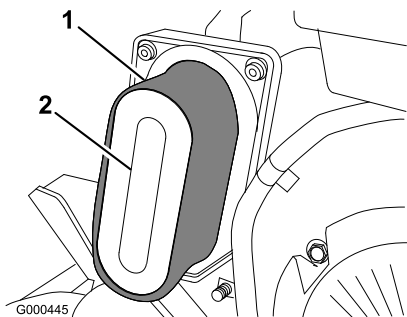

図 23
3. スポンジ (図 23) を点検し、汚れていればペーパー・エレメントから外す。スポンジをきれいに洗う。